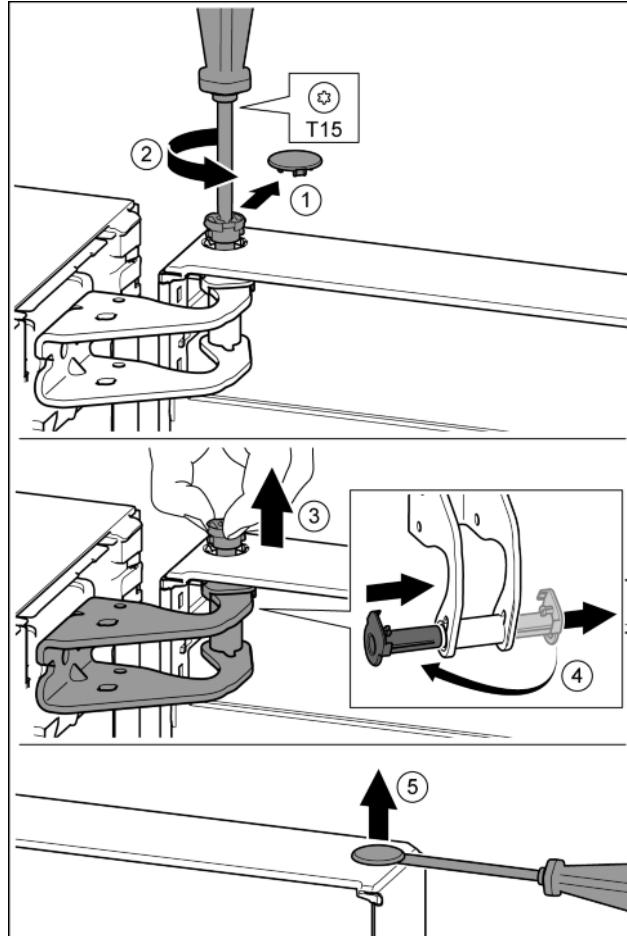

Fig. 12
- Обережно зніміть запобіжну кришку. Fig. 12 (1)
- Трохи викрутіть гвинт за допомогою викрутки T15. Fig. 12 (2)
- Притримуйте дверцята і витягніть палець руками. Fig. 12 (3)
- Витягніть із напрямної опорну втулку. Встановіть і зафіксуйте з іншого боку. Fig. 12 (4)